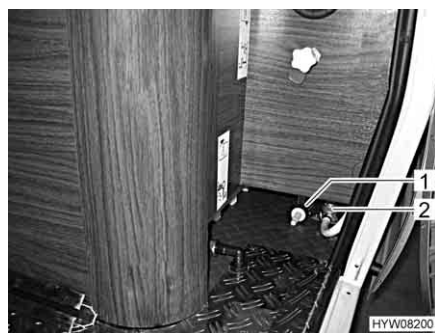

Fig. 172 Rubinetti di scarico acqua
- Chiudere i rubinetti di scarico. Chiudere i coperchi (Fig. 172,1) in senso orario oppure posizionare la leva a bilanciere (Fig. 172,2) in posizione orizzontale.